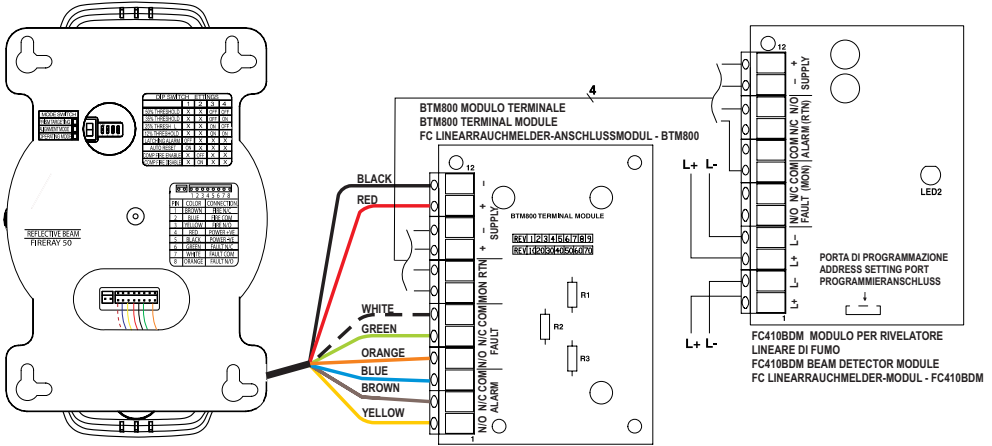
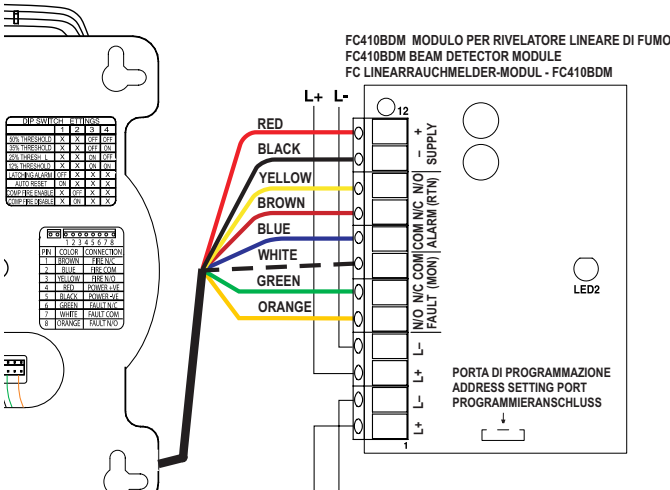

FIG. 4 Schema di collegamento FC410BDM con BTM800 e Firearay 50/100 - BTM800 to FC410BDM Wiring for Remote Siting of Firearay 50/100 Beam Detectors
FIG. 5 Schema di collegamento FC 410BDM con Firearay 50/100
- 4) Connect the wiring to the Fireray detector. For FC410BDM typical wiring configurations (see Figures 4 to 5).
Fig. 4 shows the Fireray 50/100 connected via a BTM800 Terminal Module. Fig. 5 shows the Fireray 50/100 wiring diagram.
- 4) Collegamento al rivelatore FIRERAY. Per lo schema di collegamento del FC410BDM vedere fig.4 e fig.5.
Vedere Fig.4 per il collegamento del Fireray 50/100 tramite il modulo terminale BTM800.
Vedere Fig.5 per lo schema di collegamento del Fireray 50/100.